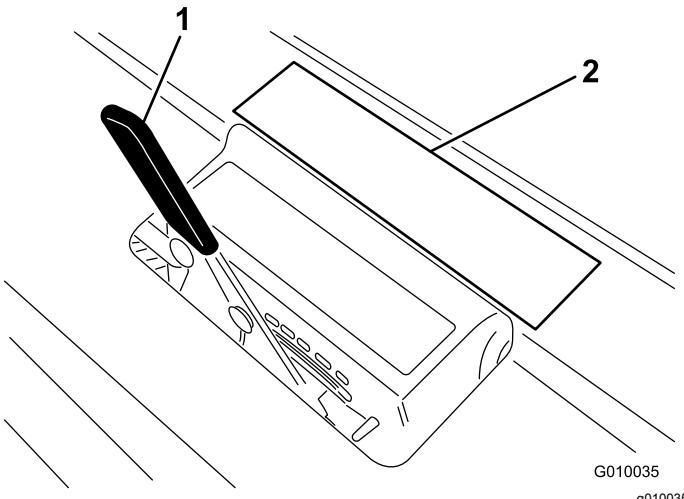

Figura 18
3. Coloque el taladro sobre la pegatina de profundidad de los taladros (Figura 18) con un extremo alineado con la profundidad de aireación deseada (ver la silueta del taladro en la pegatina).